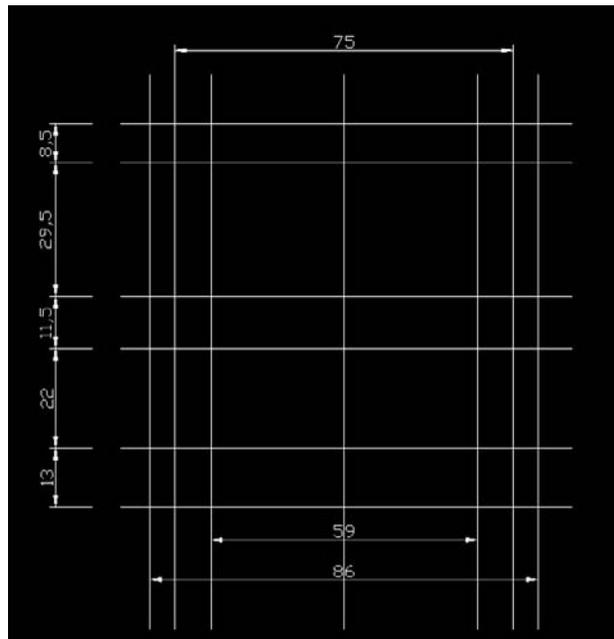

Fig.18.32
- 1 Tracez une grille pour définir les dimensions principales du verre (fig.18.32).